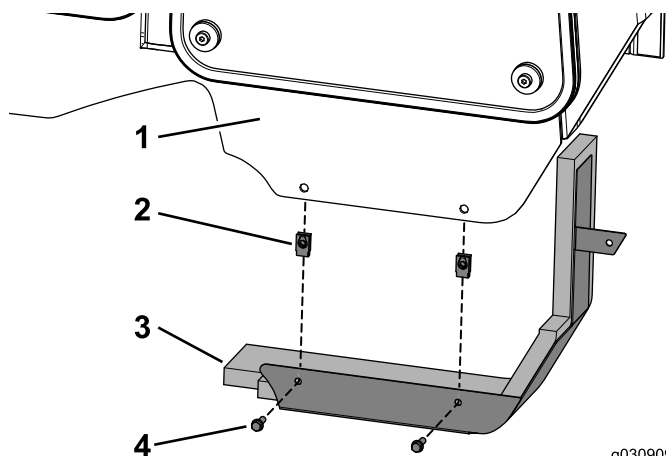

Рисунок 26
1. Установите две гайки с зажимами на раму кабины (Рисунок 26).
2. Прикрепите панель в сборе к кабине при помощи двух болтов (1/4 x 3/4 дюйма), как показано на Рисунок 26.